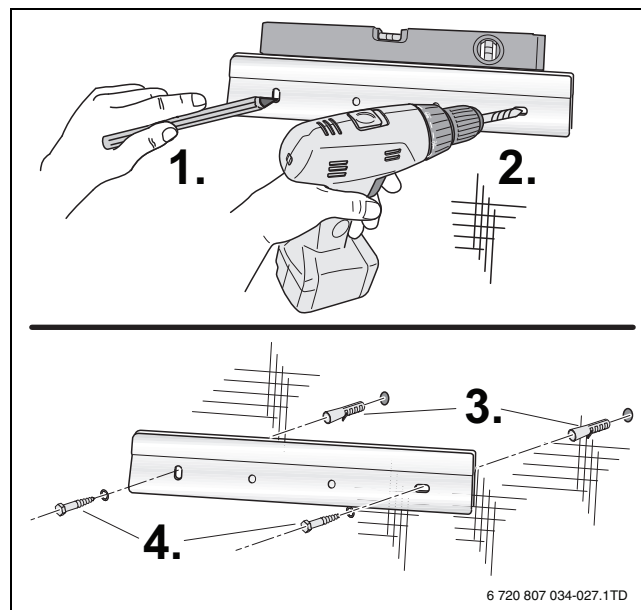

Bild 10 Wandinstallation der Aufhängeschiene
- Bohrungen mit Hilfe der mitgelieferten Aufhängeschiene markieren (→ Bild 10).